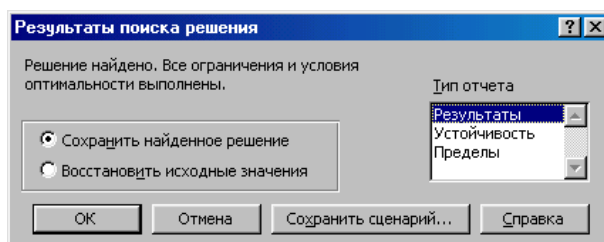

Рисунок 1.5 – Окно «Результаты поиска решения»
– Выбираем команду «Выполнить». На экране появится окно «Результаты поиска решения» (рисунок 1.5). Если модель составлена правильно и имеет решение, в открывшемся окне будет сообщение: «Решение найдено. Все ограничения и условия оптимальности выполнены». В окне «Тип отчета» выберите «Результаты» и нажмите «ОК».